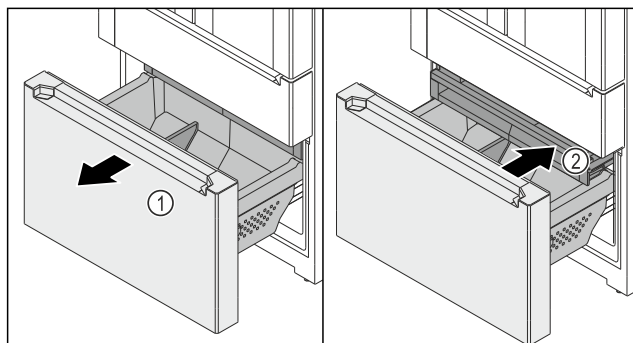

Fig. 151
- Wózek wysuwany *Fig. 151 (1)* wysunąć aż do oporu.
- Szuflada *Fig. 151 (2)* jest wysunięta automatycznie.
- Wsunąć szufladę *Fig. 151 (2)*.